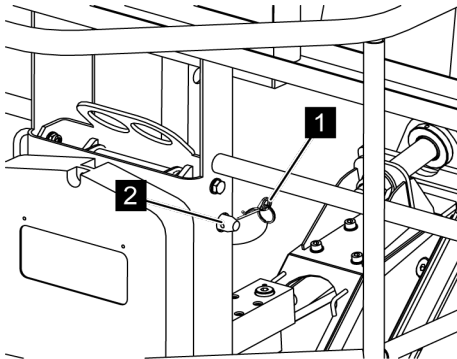

Fig. 77: Bloquer les chevilles de verrouillage
11. Bloquer les chevilles de verrouillage (Voir la Fig. 77/2) avec la goupille fendue à ressort (Voir la Fig. 77/1).